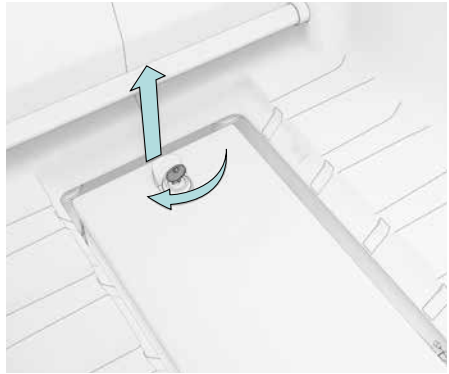

Fig. 12
2. Ouvrez le cadenas et le couvercle du compartiment de batterie vers le haut. (fig. 12).